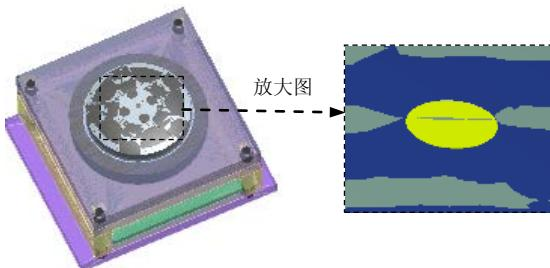

图 30.35 添加顶杆
Step7. 参考 Step6 添加其他的顶杆，结果如图 30.35 所示。